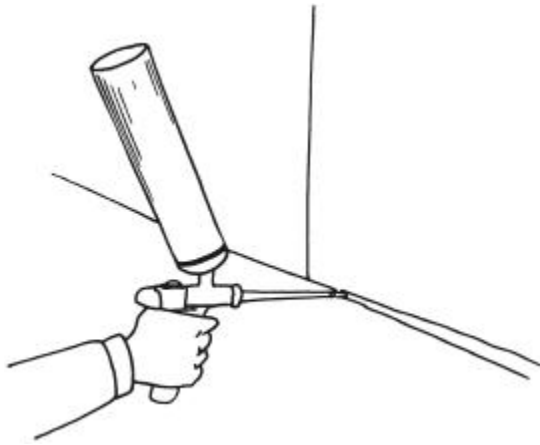

Рис. 16. Заделка швов между панелями с помощью герметика
3. Если плиты минеральной ваты не имеют защитных пароизоляционных пленок на своей поверхности, необходимо после монтажа плит обеспечить полную пароизоляцию путем приклеивания полиэтиленовой пленки. Если защитный слой на утеплителе уже имеется, достаточно уплотнить швы раствором-герметиком (рис. 16) или изоляционной лентой.